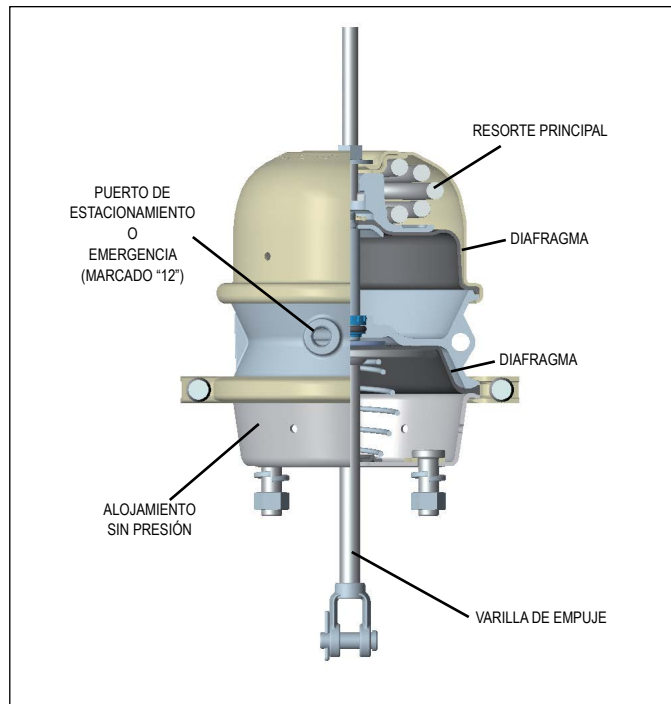

FIGURA 3: VISTA TRANSVERSAL DE UN FRENO DE RESORTE
6.1.3 Mientras sostiene la cámara del freno de resorte en posición, retire y elimine las arandelas y las tuercas de montaje de la cámara del freno (vea la figura 3). No se deben reutilizar las arandelas ni las tuercas. Retire el freno de resorte.